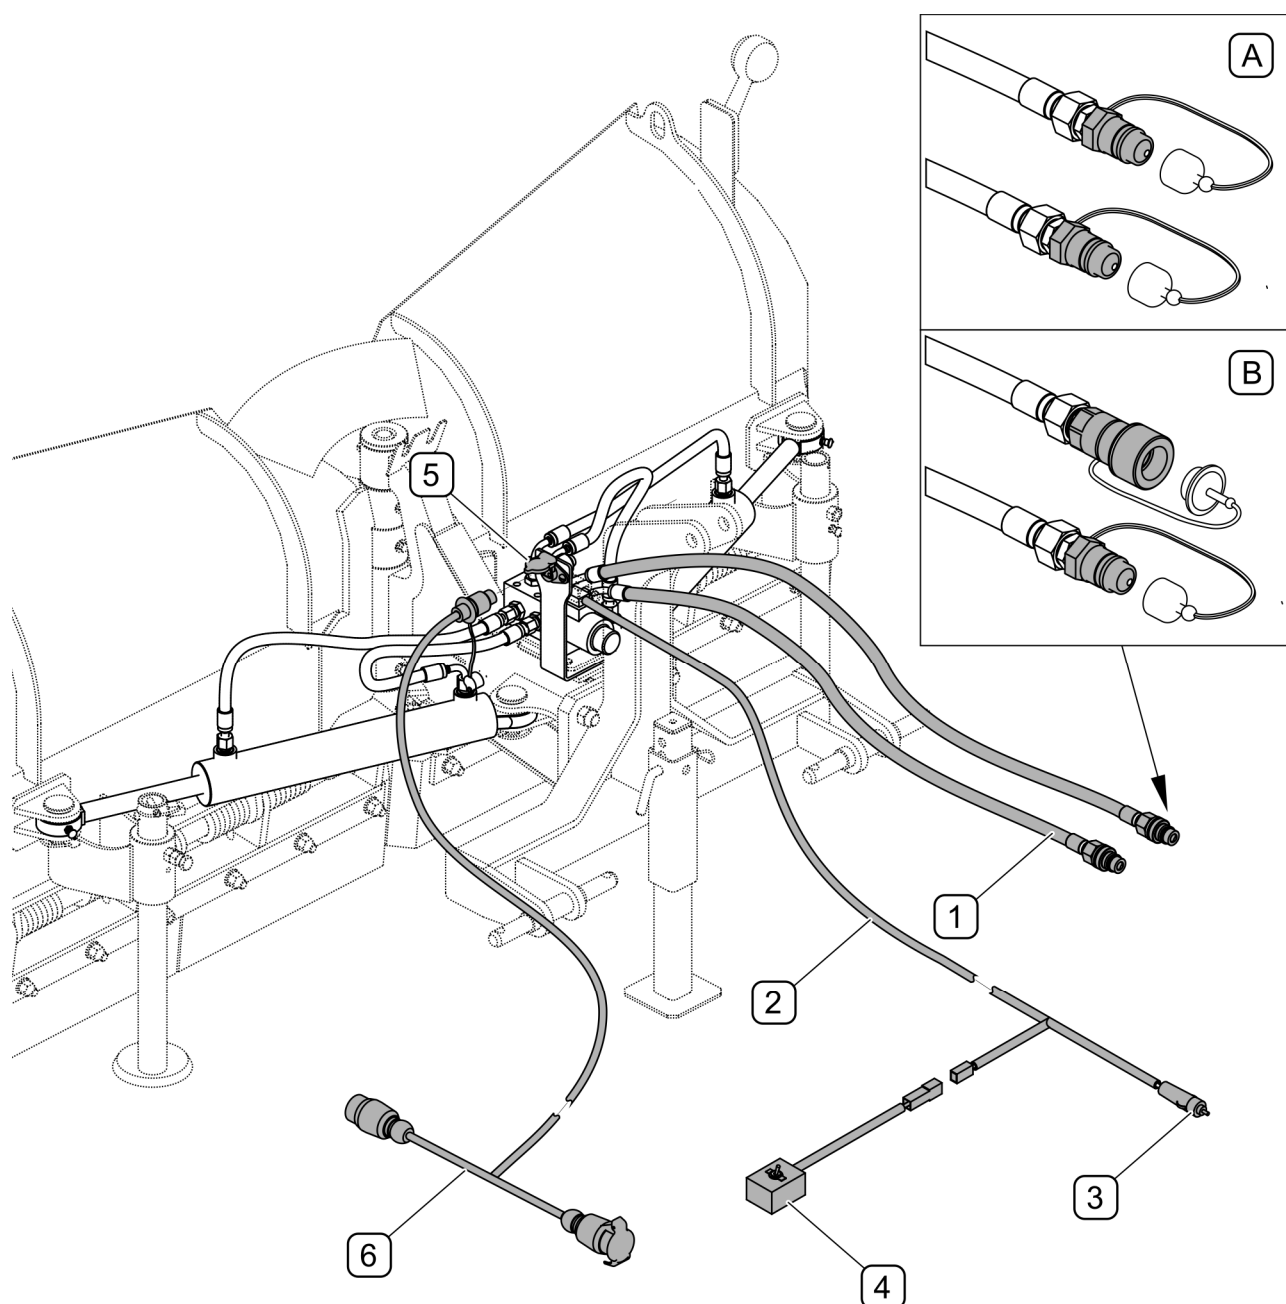

РИСУНОК 4.5 Подсоединение гидравлической системы.
Гидравлические провода (1) управления снегоотвалом (РИСУНОК 4.5) необходимо подсоединить к гнездам внешней гидравлики транспортного средства. В зависимости от версии гидравлической системы провода могут иметь разъемы типа (А) ШТЕКЕР-ШТЕКЕР или (В) ШТЕКЕР-ГНЕЗДО. Во время работы машиной необходимо следить за тем, чтобы гидропровода не сгибались и не перекручивались, а также обеспечить их защиту от повреждений.
подключить переключатель (4) к проводу (2) и разместить в кабине оператора в легкодоступном месте (РИСУНОК 4.5).